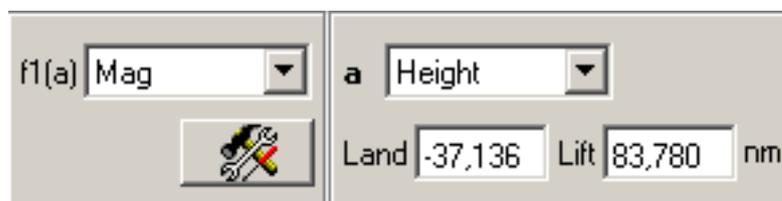

Рис. 8-32
3. На панели управления в раскрывающемся списке **a** выберите значение **Height**; в раскрывающемся списке **f1(a)** выберите сигнал **Mag** (Рис. 8-32).